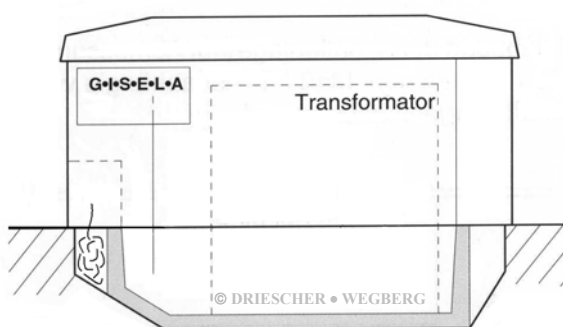
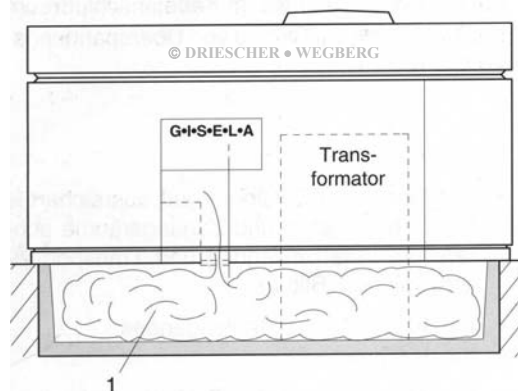
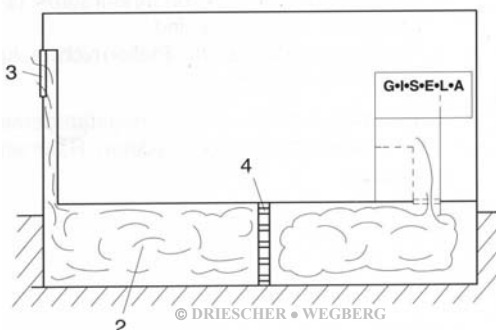

Bild 1 / Рис 1
Bild 2 / Рис 2.
Bild 3 / Рис 3.
- Bei Kompaktstationen Typ K und KSP Fa. DRIESCHER erfolgt der Druckausgleich ausschließlich im Kabelanschlussbereich (Bild 1). Ansonsten muss bei kompakten und begehbaren Stationen die Druckentlastung in den Kabelkanal (1) [Mindestvolumen ~3 m³] vorgesehen werden (Bild 2).
- Bei vorhandenem Kabelkanal (2) [Mindestvolumen ~1,1m³; Mindestquerschnitt – 0,25m² mit Öffnung (3) nach außen], diesen als Druckentlastungsraum nutzen.
- Durch Einbau von zwei Lagen Streckmetall (4) werden die Lichtbogengase zusätzlich gekühlt und der Austritt von heißen Gasen gemindert (Bild 3).
- в компактных станциях типа К и КСП компании «DRIESCHER» компенсация давления осуществляется исключительно в зоне подключения кабелей (рисунок 1). В ином случае в компактных станциях с проходными компенсация давления предусматривается в кабельных каналах (1) [минимальный объем ~3 м³] (рисунок 2).
- При наличии кабельного канала (2) [минимальный объем ~1,1 м³; минимальное сечение – 0,25 м² с отверстием (3) наружу] использовать его в качестве пространства для сброса давления.
- За счет установки двух листов цельнотянутого металла (4) газы, образуемые при горении электрической дуги, дополнительно охлаждаются, чем предотвращается выход горячих газов (рисунок 3).